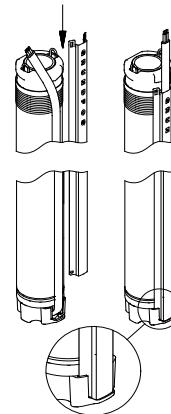

Fig. 9
2. Placera kabelskyddsskenan i spåret på kabelan-slutningen. Kabelskyddsskenans två tungor skall passa ihop med den översta kanten på pump-manteln, se fig. 9.